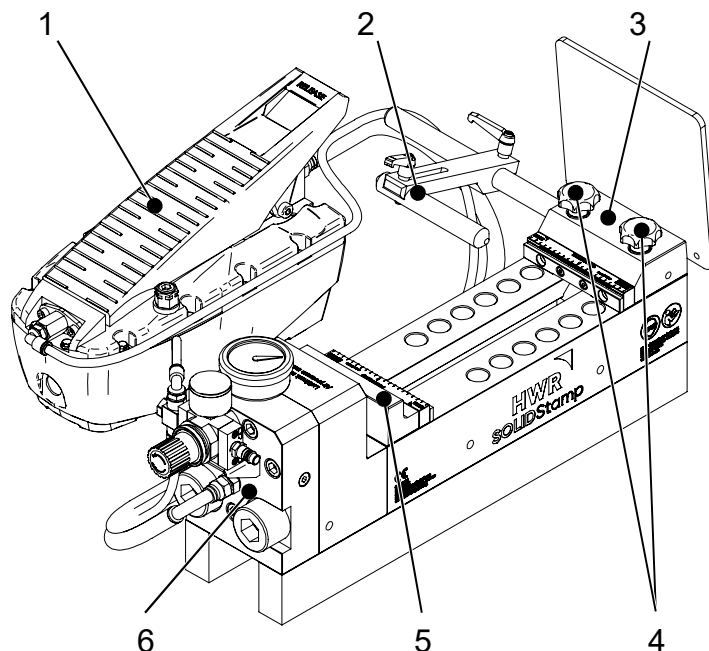

Fig. 8-1: Subdivision de la station d'estampage
- Étape 1** Recherchez la pièce de rechange souhaitée dans les figures 8-1 à 8-5.